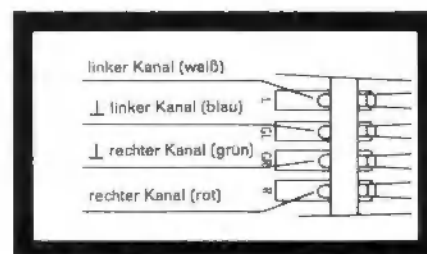

Fig. 15
3. Die Anschlüsse am Systemträger sind gekennzeichnet, die Anschlußlöten sind farbig (Fig. 15). Verbinden Sie die Anschlußlöten des Systemträgers mit den entsprechenden Anschlußstiften des Tonabnehmersystems.